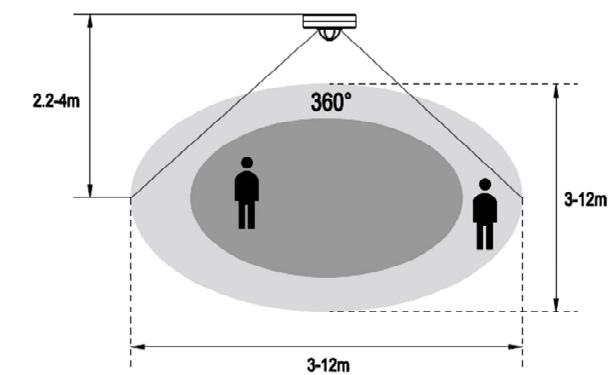

Рис.1
- Наибольшую чувствительность датчик имеет при движении объекта перпендикулярно зоне обнаружения датчика. При движении по направлению к датчику объект будет определен датчиком на более близком расстоянии. Рис.1.